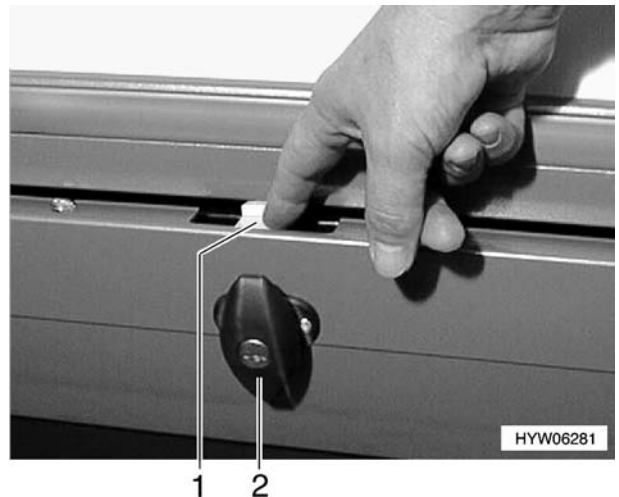

Fig. 38 Sicurezza della serratura gavone estraibile sottopavimento
- Aprire la serratura dello sportello (Fig. 38,2) come sopra descritto.
- Premere la sicurezza (Fig. 38,1) verso il basso, tenerla premuta ed estrarre il gavone sottopavimento.